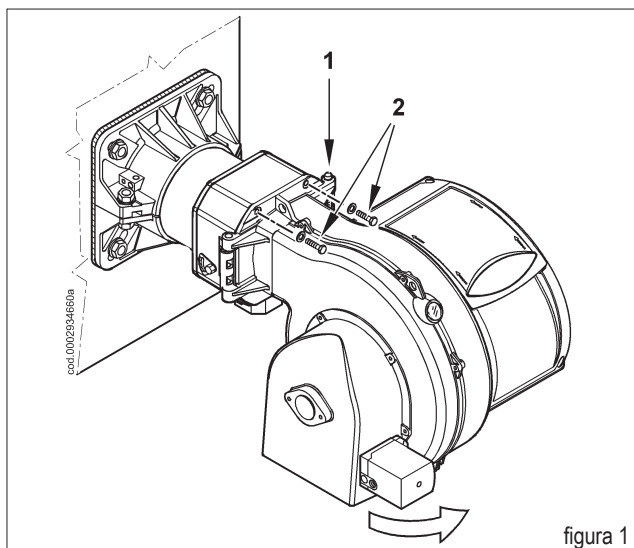

figura 1
Quitar los dos tornillos (2) y girar el quemador alrededor al pivote (1) que está metido en su bisagra (figura 1).